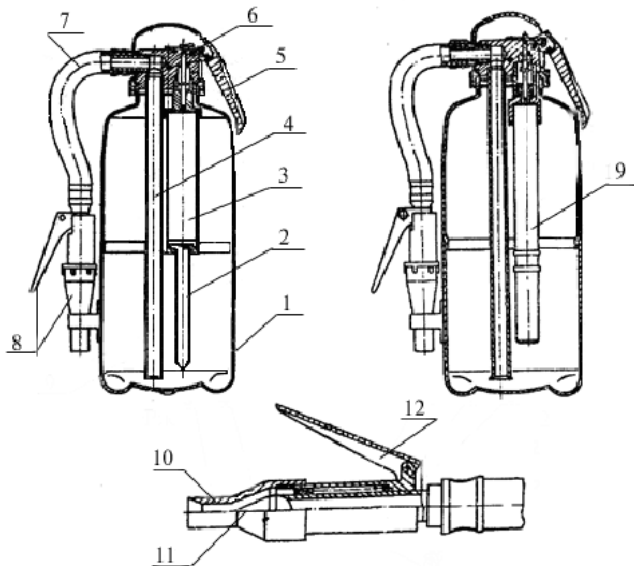

Рисунок 3 Порошковый огнетушитель
1. **Порошковые огнетушители** (рис. 3.) тушат огонь при помощи сухих химических веществ и являются почти универсальным средством для борьбы с пожарами. Порошки эффективны для тушения не только пожаров класса А и класса В, но и пожаров класса Е (электрическое оборудование).